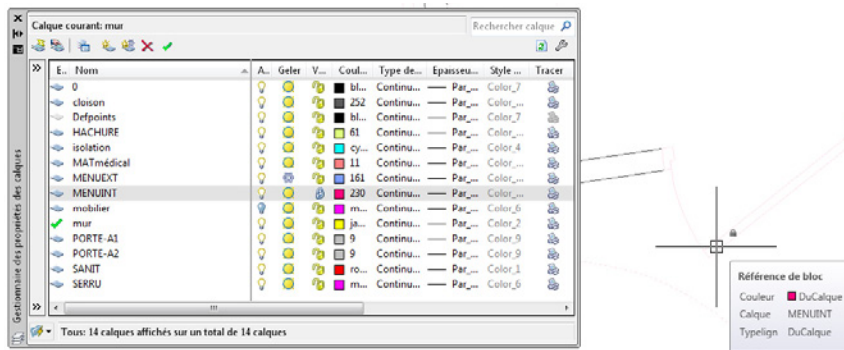

Figure 4.45
3. Verrouillez le calque des menuiseries intérieures « menuint » en cliquant sur le petit cadenas associé à ce calque (voir Figure 4.45). Cette action rend impossibles la
sélection et l'édition des objets compris dans ce calque. Par contre, il est toujours possible de dessiner à partir d'un calque verrouillé. À la Figure 4.45, le curseur positionné près de la porte appartenant au calque verrouillé affiche le symbole d'un petit cadenas.